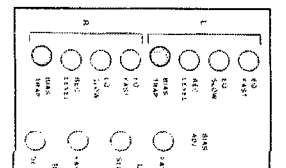

Fig. 6.4-10
- Mit Reglern BIAS TRAP L und R auf Spannungsniveau einstellen (<350 mV), Fig. 6.4-10.
- Adjust the controls BIAS TRAP L + R to obtain a minimum voltage indication (<350 mV), fig. 6.4-10.
- Réglez les BIAS TRAP L et R au minimum de tension (<350 mV), fig. 6.4-10.